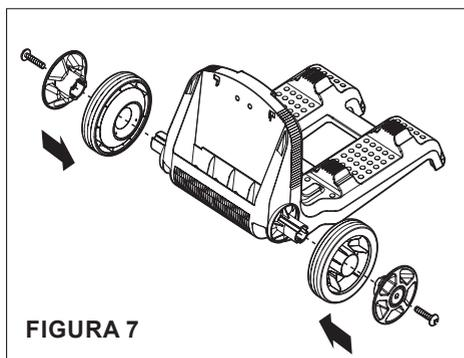

FIGURA 7
1. Utilizando dos de los tornillos Phillips más cortos incluidos con el carrito de transporte, asegure las ruedas del carrito al chasis. Ver **Figura 7**.